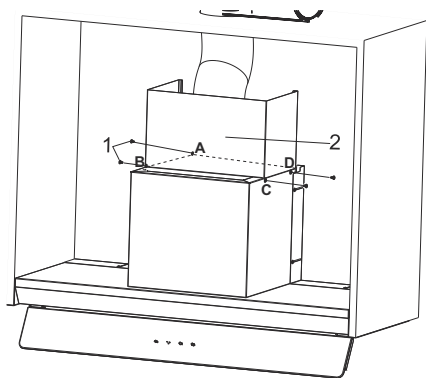

Fig. 19
5. Posizionare le canne fumarie in lamiera fornite sul prodotto (Fig. 19).
Utilizzando le 4 viti di connessione attraverso i punti di A, B, C, D si punta verso il corpo dell'apparecchiatura (Fig. 19).